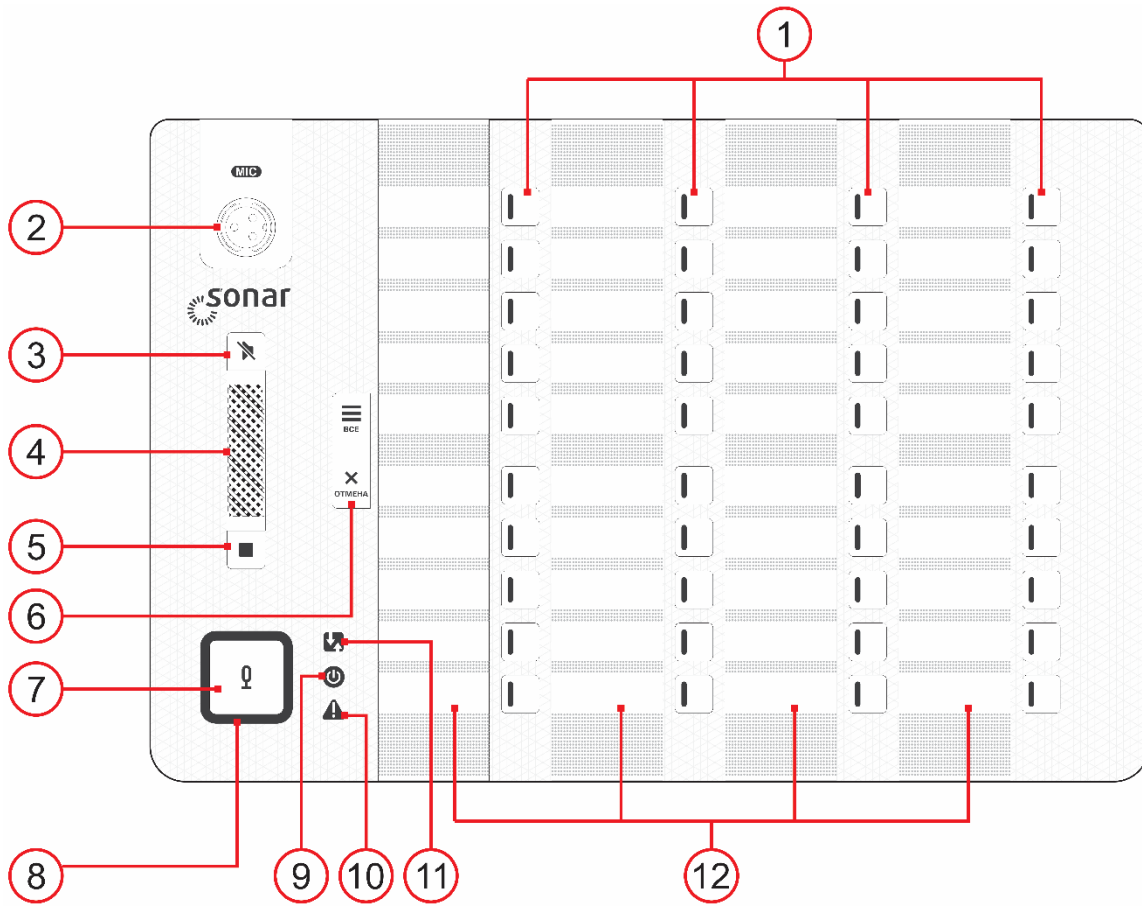

Рисунок 1
- 5.2 На лицевой панели пульта (*Рисунок 1*) расположены:
- ① – клавиши выбора зон оповещения (40шт);
- ② – разъем для подключения микрофона на гибкой ножке;
- ③ – клавиша отключения встроенного динамика  (отключение звука входящего сообщения);
- ④ – встроенный динамик;
- ⑤ – клавиша «ТИШИНА» – принудительное отключение трансляции в выбранных зонах оповещения ;
- ⑥ – клавиша «ВСЕ» и  «ОТМЕНА» – выбор всех зон оповещения одновременно и отмена данного режима;
- ⑦ – клавиша  «Говорите» - инициирует передачу сообщения в выбранные зоны оповещения;
- ⑧ – индикатор уровня громкости передаваемого сообщения;
- ⑨ – индикатор питания пульта  »;
- ⑩ – индикатор неисправности пульта  »;